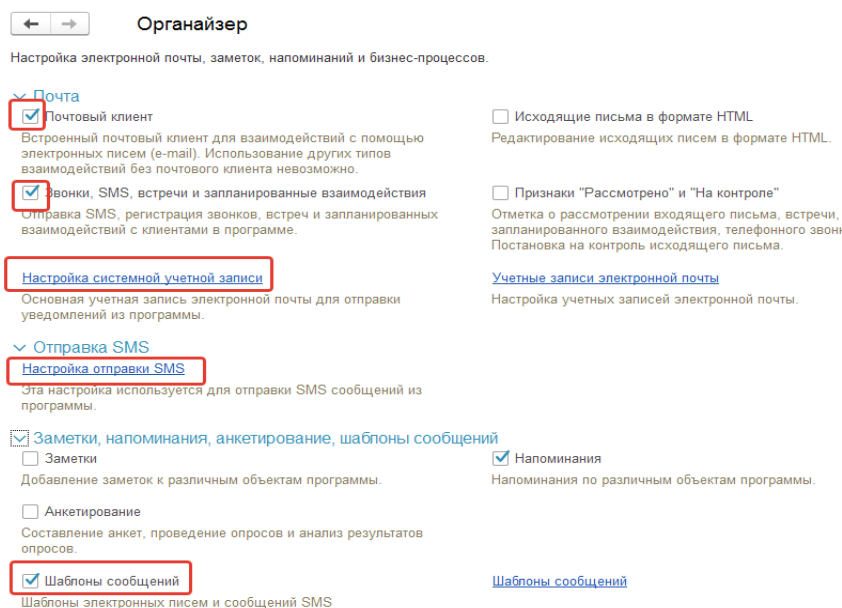

Рисунок 2
2.1 Для отправки почты из ЕМП настраиваем учетную запись по гиперссылке «Настройка системной учетной записи» (рисунок 2), где необходимо заполнить информацию в соответствии с рисунком 3:
- По гиперссылке «Настройка отправки SMS» (рисунок 2) внести необходимую информацию, в соответствии с рисунком 4. Если заполнено «Имя отправителя», в этом случае SMS будут приходить с указанного имени, а не с номера телефона отправителя.
Шаблон – это макет, чтобы письмо или SMS для заказчика отправлялось в одинаковом формате. Справочник «Шаблоны сообщений» открывается по одноименной ссылке в разделе **Администрирование - Органайзер - Заметки, напоминания, анкетирование, шаблоны сообщений** (рисунок 2). Создание и настройка шаблона доступна пользователю с полномочиями Администратор. Шаблоны создаются отдельно для Электронного письма, отдельно для SMS сообщений и различаются по «Назначению» в зависимости от выбранного значения в этом реквизите, на форме доступны для выбора в тело письма разные параметры, пример на рисунке 7: